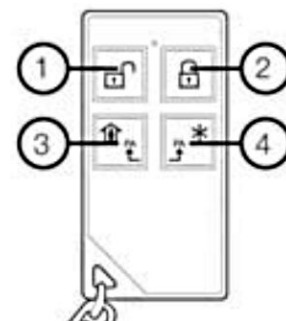

Рисунок 46. Кнопки брелока FW2-RMT-8F
2. Брелок – сначала удалить предыдущую регистрацию одновременным нажатием кнопок ② и ③ (см. рисунок 46). Регистрация – одновременно нажать кнопки ③ и ④;